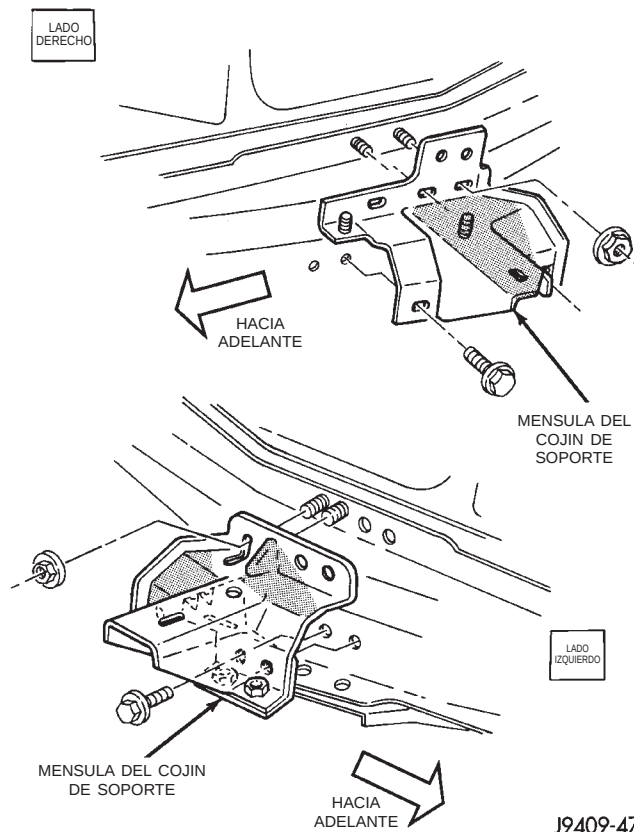

Fig. 24 Ménsula del cojín de soporte
- (2) Si se ha retirado la ménsula del cojín de soporte, emplace la ménsula en la viga delantera inferior (Fig. 24). Instale los pernos/tuercas de la